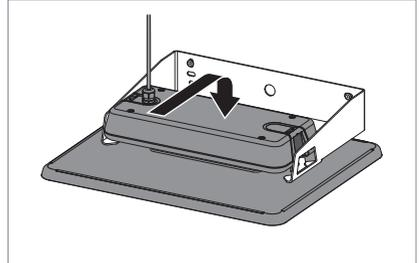

Fig. 6: Valaisimen ripustus seinäkiinnikkeeseen.
- ▶ Ripusta valaisin seinäkiinnikkeeseen, katso Fig. 6.